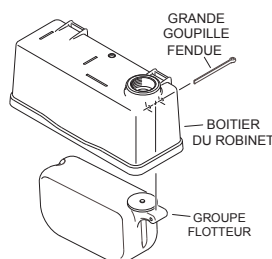

Figure 1
- Placez le groupe flotteur à l'intérieur du boîtier de robinet puis faites glisser la grande goupille fendue de 2 pouces 1/4 à travers le boîtier et le groupe flotteur (voir figure 1). Écartez légèrement les extrémités de la grande goupille fendue à l'aide des pincettes. Lorsqu'il est correctement monté, le groupe flotteur doit pivoter librement autour de la goupille fendue à l'intérieur du boîtier de robinet.